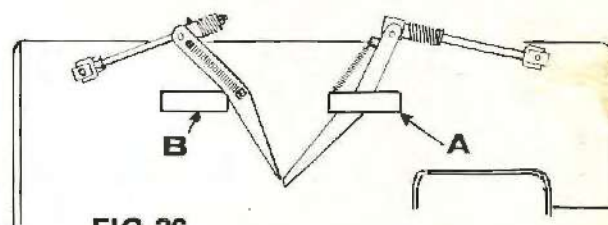

FIG.36
La fourche de l'ameneur extérieur est synchronisée avec la fourche de l'ameneur intérieur. Quand le réglage est correct, les fourches doivent être positionnées comme montré (Fig. 36). Si la synchronisation a besoin d'être réglée, procéder comme suit:
1. Placer le coude de la fourche de l'ameneur intérieur comme montré en (A, Fig. 36).
3. Placer la fourche de l'ameneur extérieur comme montré (B, Fig. 36) et remettre le pignon en place. Vérifier que toutes les cales de réglage sont remontées derrière les pignons.